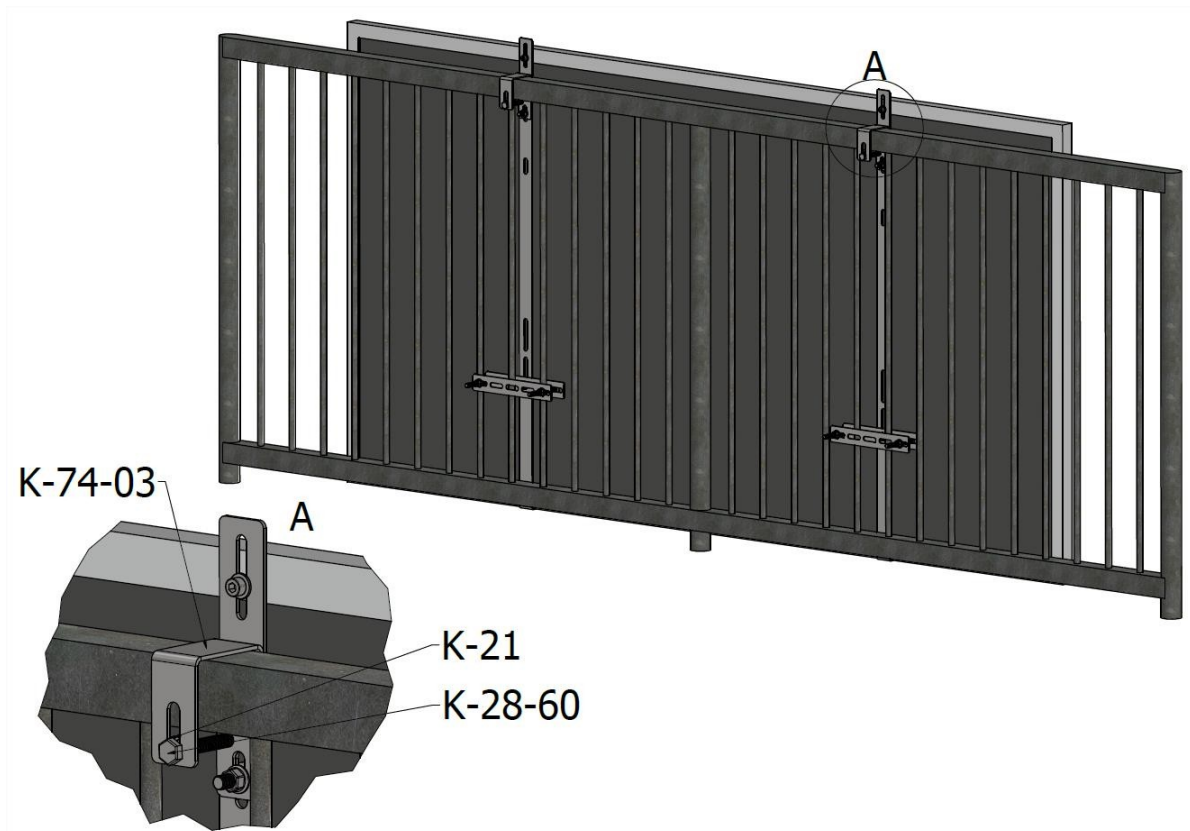

Abb. 9 Montage der Sicherheitsschraube
8. Setzen Sie im nächsten Schritt die Sechskantschraube K-28-60 in die vorbereitete Bohrung im Element K-74-03 ein und schrauben Sie sie auf der gegenüberliegenden Seite mit der Mutter K-21 fest (Abb. 9). Diese Schraube dient dazu, die Konstruktion vor dem Herabfallen zu schützen.